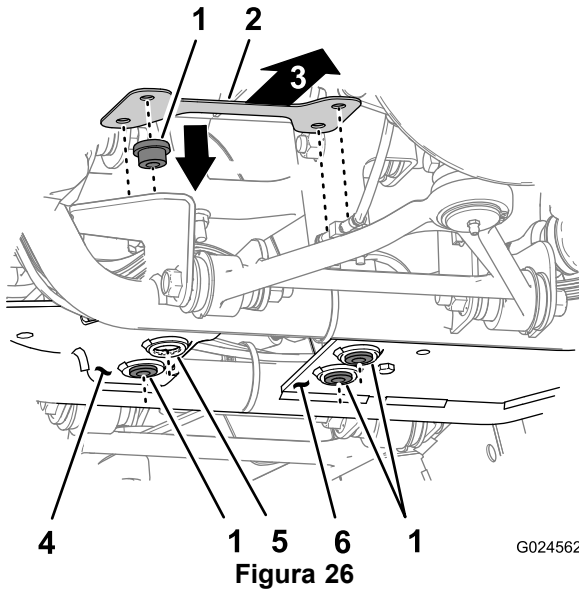

Figura 26
1. Inserite i 4 isolanti nei fori delle piastre di supporto del differenziale anteriori e posteriori (Figura 26).
2. Allineate 1 piastra d'appoggio sulla parte superiore degli isolanti con la fascetta che collega due gruppi di fori nella piastra verso il lato passeggero del veicolo (Figura 26).